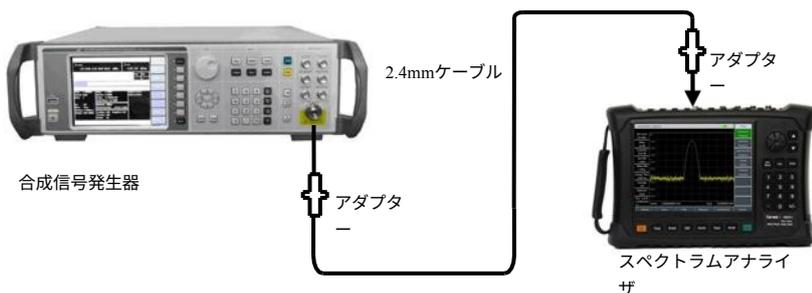

図12-2 周波数読み出し精度試験のブロック図
- 1) 図12-2に示すように、テスト機器を接続し、次に信号発生器のRF出力端子をスペクトラムアナライザのRF入力端子に接続します。